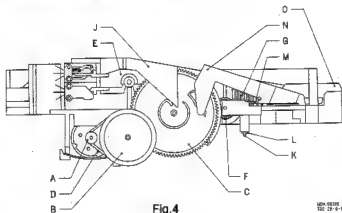
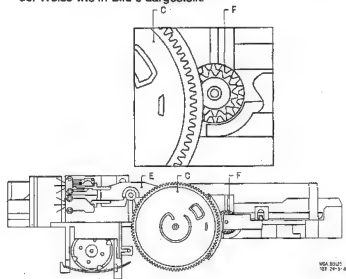

Fig. 4
Fig. 5
- Veranlassen, dass die Öffnung in Zahnrad F senkrecht angeordnet ist (siehe Bild 4) und Kammrad C anbringen in der Weise wie in Bild 5 dargestellt.